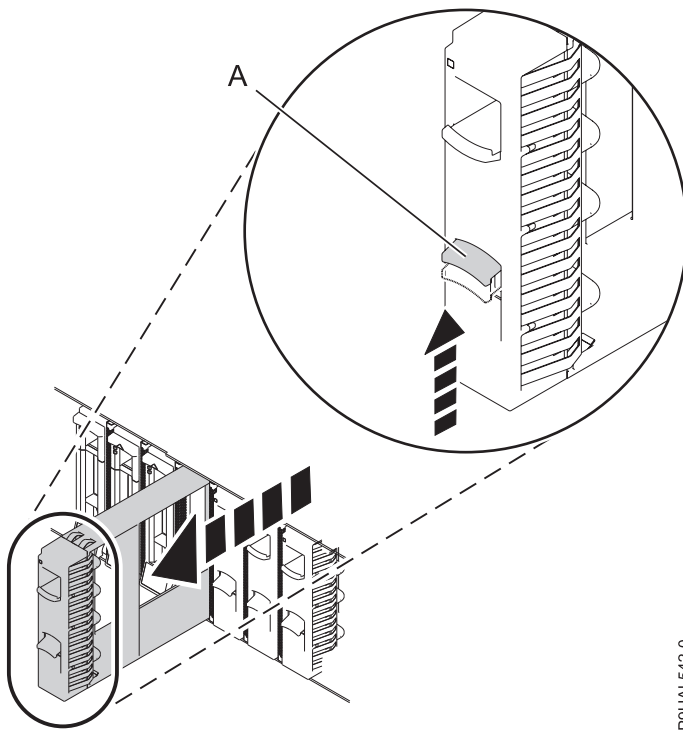

Abbildung 3. DASD-Abdeckblenden ausbauen
3. Bauen Sie die DASD-Abdeckblenden (Direct-Access Storage Device) aus (siehe Abb. 3).